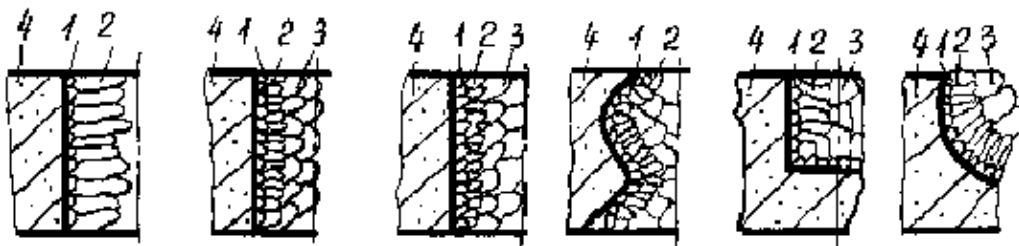

Рис. 2. Изменение кристаллической структуры по сечению отливки.
2. Кристаллизация - это процесс перехода от жидкого состояния расплава к твердому состоянию с образованием структуры. Кристаллизация сплава происходит в направлении перпендикулярном поверхности теплоотвода. Скорость кристаллизации меняется от максимальной у поверхности до минимальной в центре стенки отливки (рис.2).